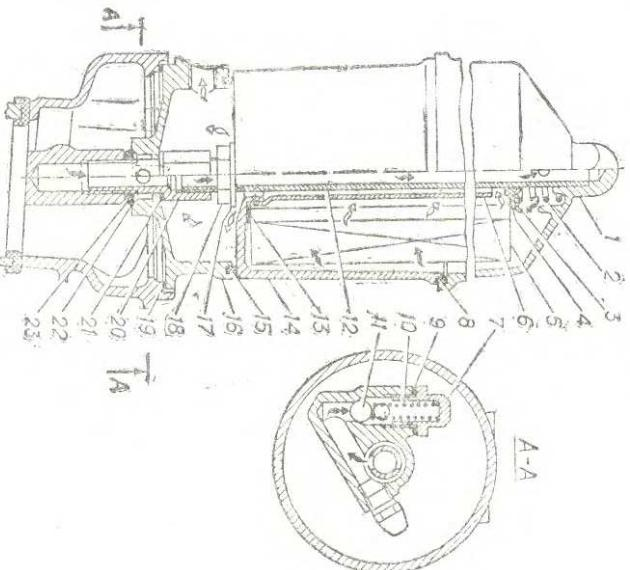

Рис. 11. Масляный фильтр:
**Масляный фильтр** (рис. 11) полнопоточный со сменным фильтрующим элементом «Регостомас 440А-1-06».